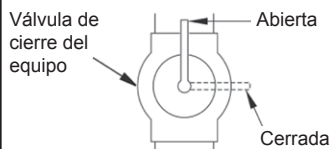

Fig. 15: Válvula de cierre del equipo
1. Cierre la válvula de cierre del equipo (consulte la Fig. 15).
1. Abra la válvula de cierre del equipo (consulte la Fig. 15).